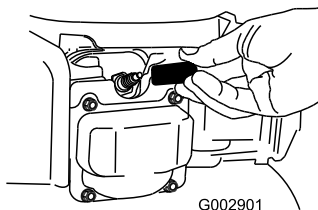

Figura 36
2. Staccate il cappellotto dalla candela (Figura 36) prima di eseguire interventi di manutenzione.